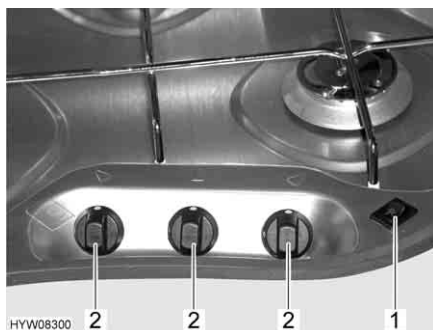

Fig. 88 Elementi di comando del fornello a gas
- Ruotare il pomello girevole (Fig. 88,2) dell'impianto a fiamma libera desiderato in posizione accesa (fiamma alta).
- Premere l'interruttore a bilico (Fig. 88,1). Sul bruciatore vengono prodotte scintille.